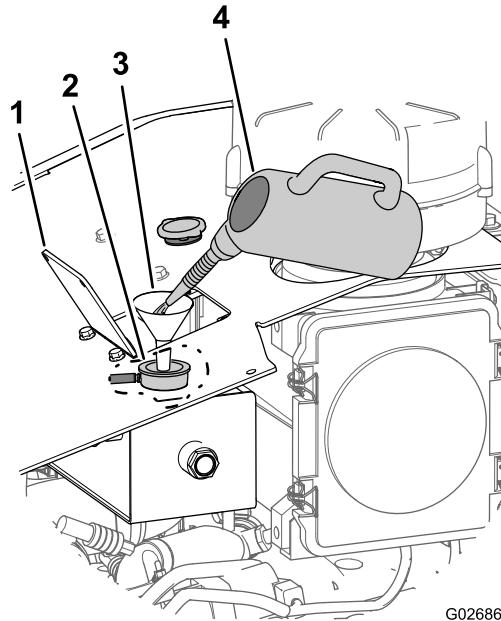

Рисунок 102
- B. Залейте чистящий раствор для системы охлаждения в систему охлаждения через заливную горловину расширительного бачка (Рисунок 102).